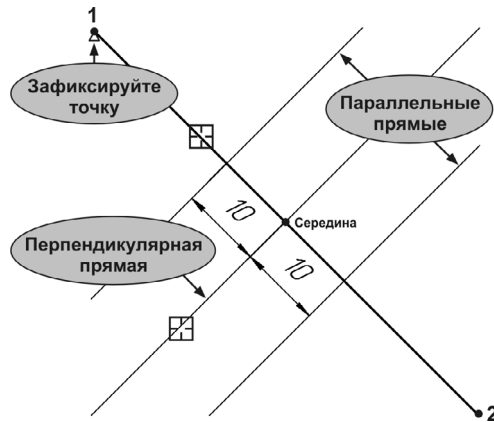

Рис. 59.67.
В этой точке появится значок в виде красного треугольника (рис. 59.67).
5. Постройте вспомогательную прямую, перпендикулярную отрезку 1–2 и проходящую через его среднюю точку. Используйте привязку **Середина** (рис. 59.67).
6. Создайте две вспомогательные прямые, параллельные построенной нормали на расстоянии 10 мм по обе стороны от нее (рис. 59.67). Значение смещения задайте в поле **Расстояние** на Панели свойств. Размеры не проставляйте.